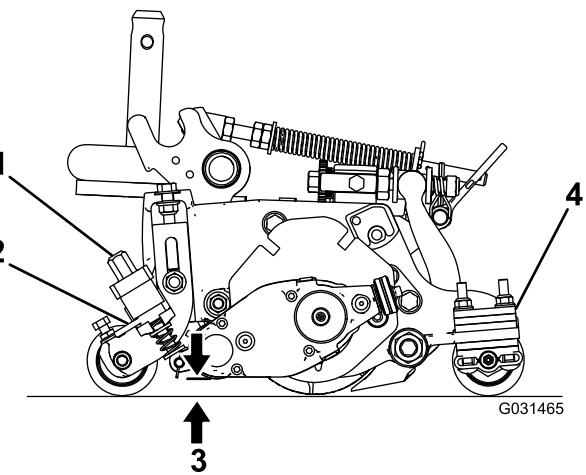

Рисунок 20
3. Поверните рычаги быстрого подъема (Рисунок 20) в положение Вкл. (рукоятка направлена в сторону передней части режущего блока).
4. С одной стороны барабана механической щетки измерьте расстояние от самого нижнего конца ножа механической щетки до рабочей поверхности (Рисунок 20). Поворачивая ручку регулировки высоты (Рисунок 20), поднимите или опустите конец ножа механической щетки на требуемую высоту.